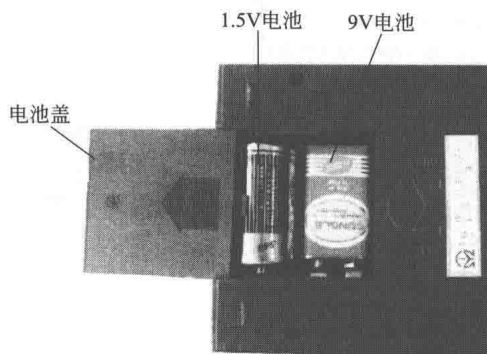

图 1-13 更换电池
① 节能意识 万用表使用完之后要将转换开关拨到 OFF 挡位。
② 更换电池 顺着 OPEN 的箭头方向，打开万用表的电池盒，看到有两个电池，一个是圆形的 1.5V 的电池，另一个是方形的 9V 的电池，如图 1-13 所示。